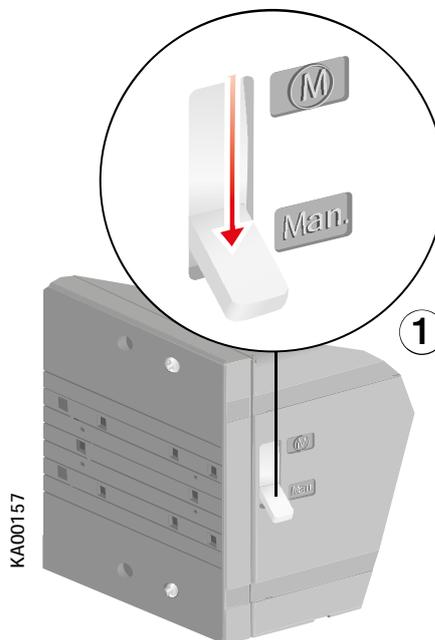

Рис. 7.17. Переключатель M/Man (Дистанционное/Ручное) в положении Man
1. Переключите селектор M/Man (Дистанционное/Ручное) в положение Man, см. рис. 7.17. Управляющий элемент силового привода выключается, и дистанционное управление блокируется.